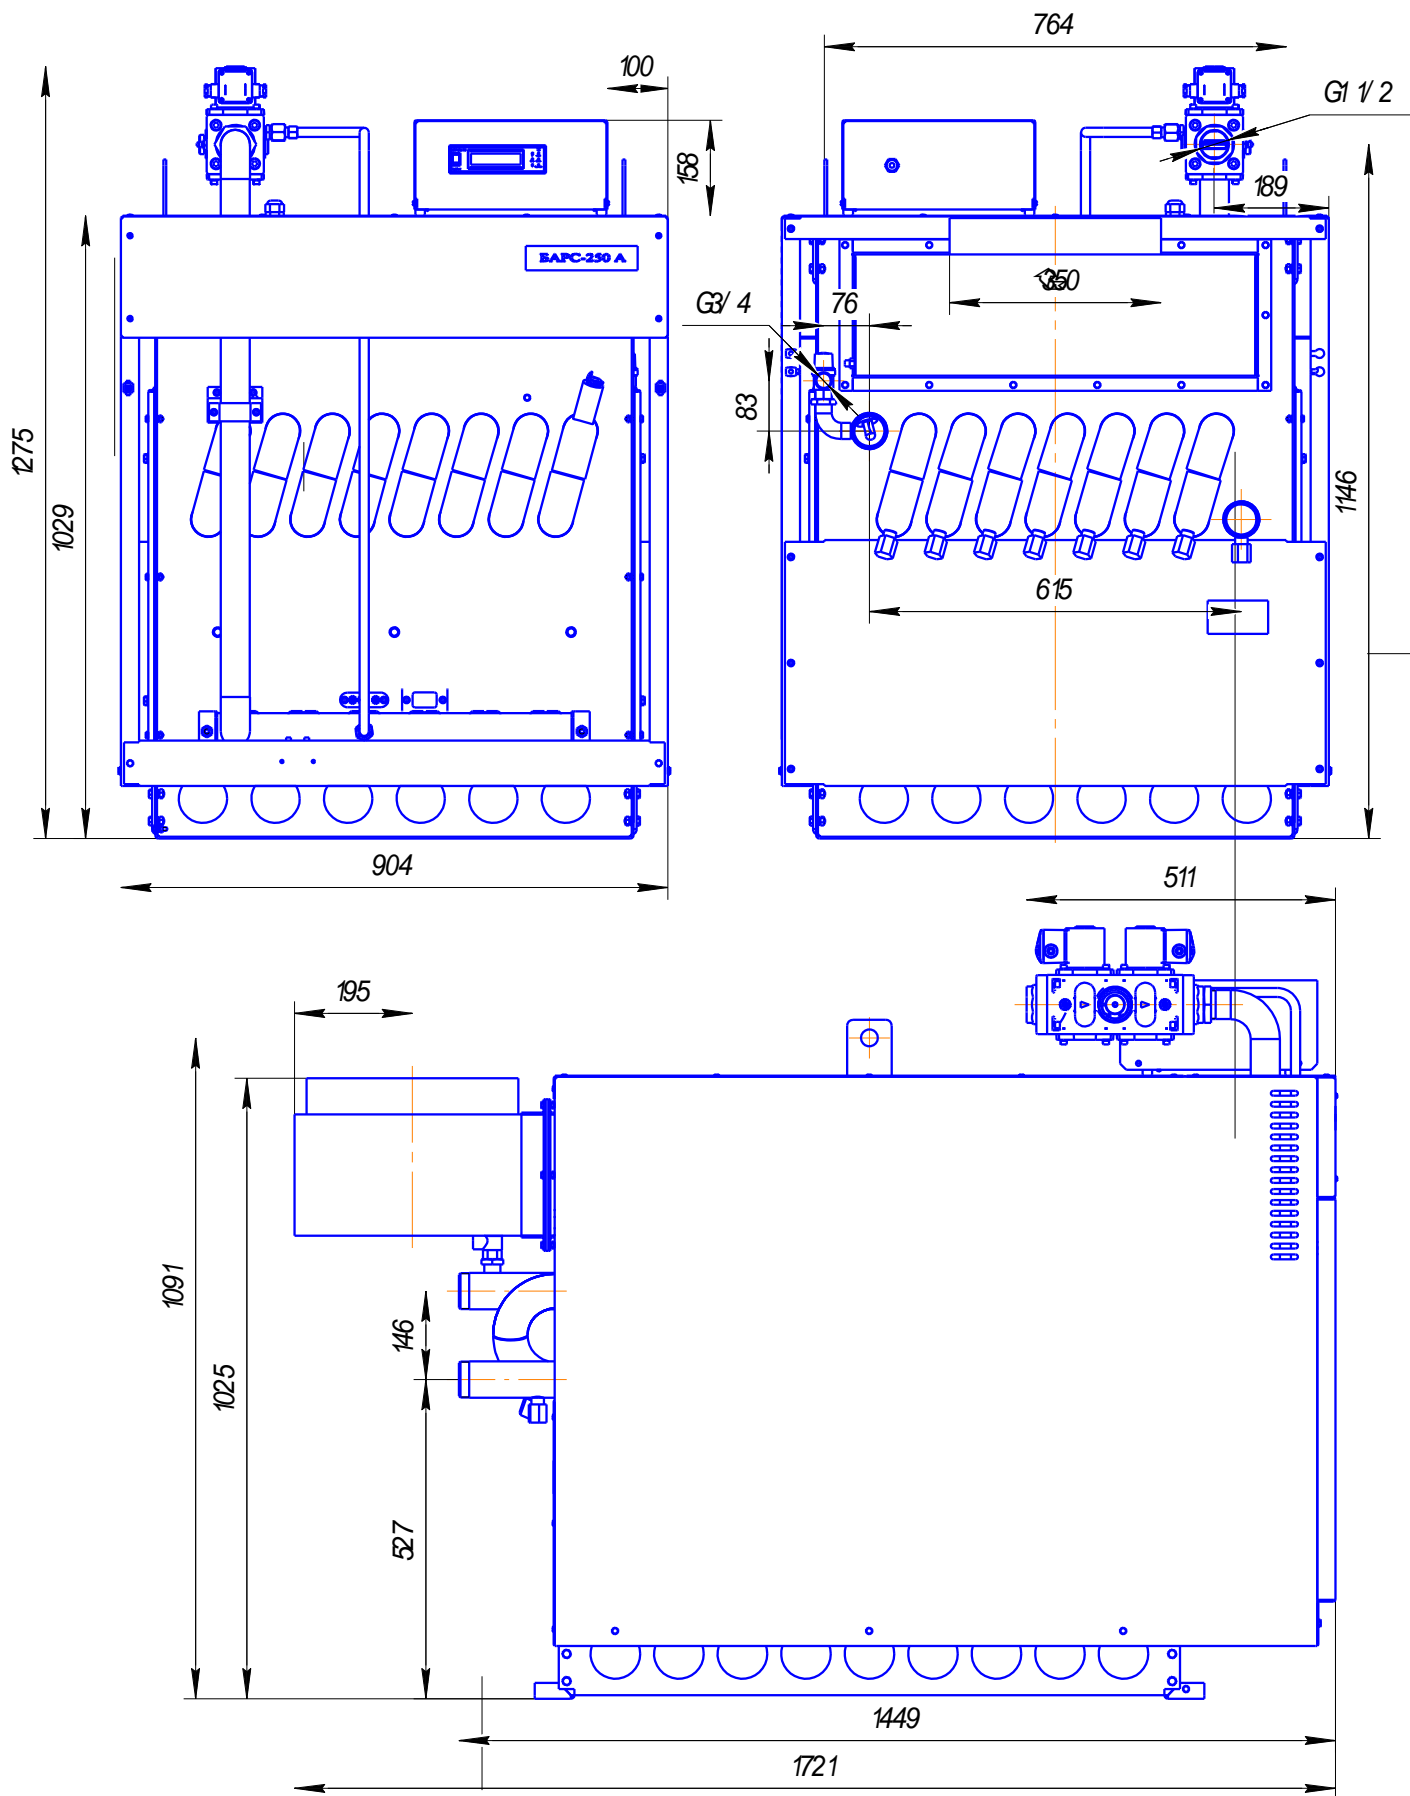

Рис. 1 Габаритные и присоединительные размеры
2.1. Внешний вид котла габаритные и присоединительные размеры приведены на Рис. 1 .